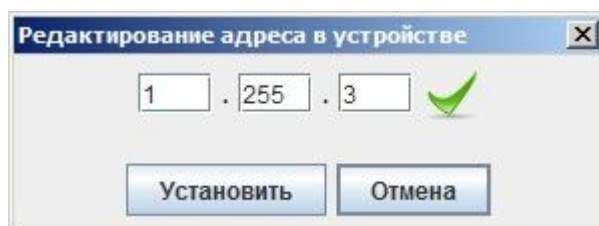

Рисунок 12 - Окно «Редактирование адреса устройства» при опросе по широковещательному адресу
4.7.1.5 Параметр «Сетевой адрес» отображает сетевой адрес СИ. Редактирование адреса осуществляется в окне «Редактирование адреса устройства» (Рисунок 12) корректировкой трех чисел в диапазоне от 002 до 254. По клику «Ок» новый адрес записывается в энергонезависимую память СИ.